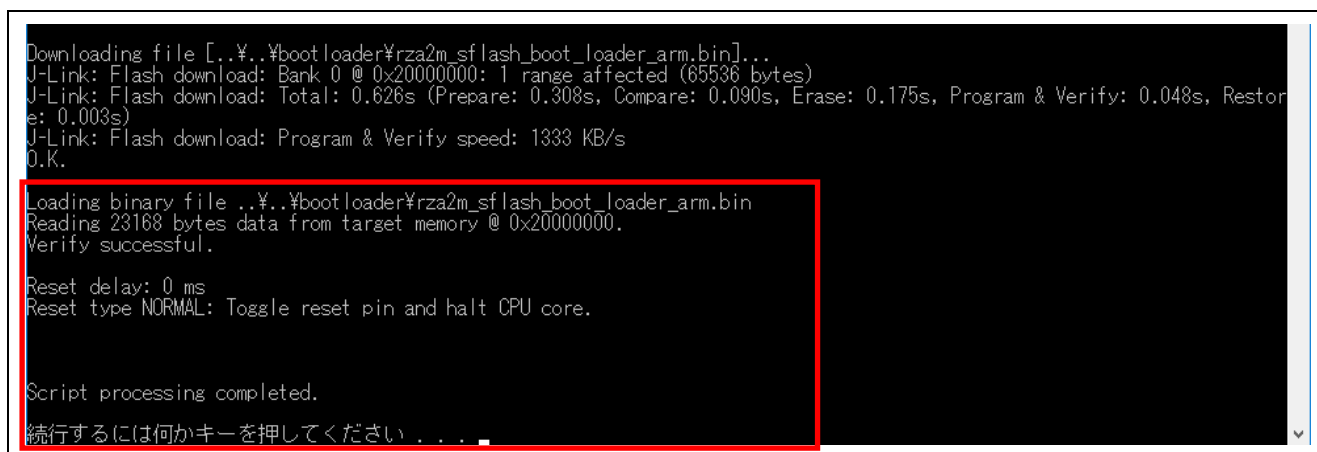

図 3-11 ブートプログラムのダウンロード(2/2)
- ダウンロードが正常に完了するとコマンドプロンプトに以下が表示されます (図 3-11)。